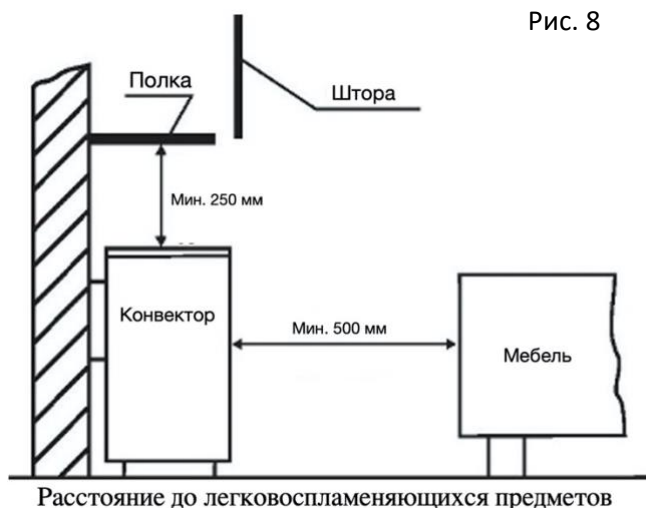

Рис. 8
Расстояние до легковоспламеняющихся предметов (см. Рис. 8).
1. Поместите открытый обогреватель на пол. Мы рекомендуем использовать подходящую изолирующую прокладку (можно приобрести у производителя). Сохраняйте расстояние 100 мм от задней стены, расстояние по бокам 200 мм в соответствии с рис. 8 и 9 на страницах 9–10). Вы можете добиться горизонтального положения каменки с помощью регулируемых ножек. **Внимание, горизонтальное положение каменки - необходимое условие для продолжения установки каменки!**